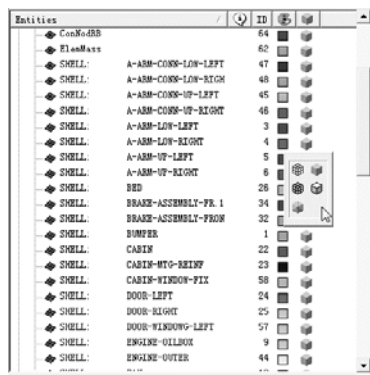

图 13-6 步骤 1 窗口状态
- (1) 在组件 SHELL: BED 右侧右击 Style (👉) 按钮，如图 13-6 所示。